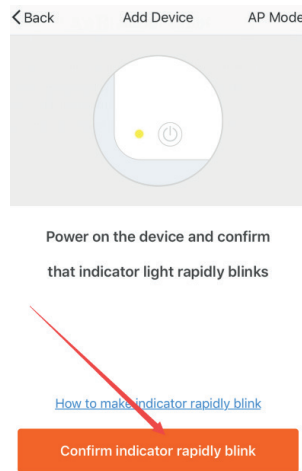

Bild 3
- B. Drücken Sie die Taste "Schnellblinkende Anzeige bestätigen", wenn die Anzeigeleuchte am Gerät schnell blinkt, wie in Abbildung 3 dargestellt.